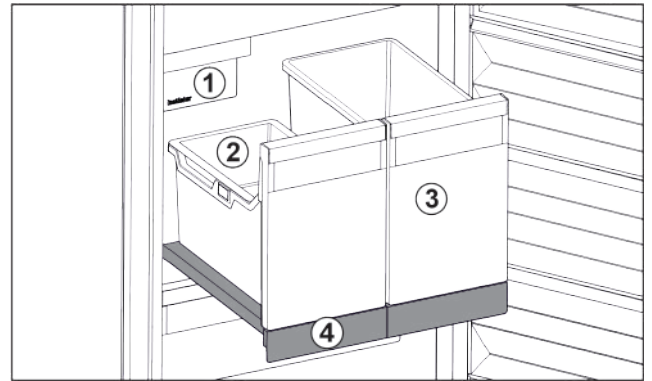

Fig. 17 Auszugsbord mit IceTower
- (1) IceMaker
- (2) Eihängeschale für Eiswürfel
- (3) Behälter für z. B. Pizza, alkoholische Getränke
- (4) Auszugsbord
Auf dem Auszugsbord sind zwei hohe Behälter (IceTower). Im Behälter Fig. 17 (2) werden Eiswürfel aus dem IceMaker gesammelt und gelagert. Behälter Fig. 17 (3) eignet sich für die Lagerung von hohen Lebensmitteln wie Pizzen oder alkoholischen Getränken.